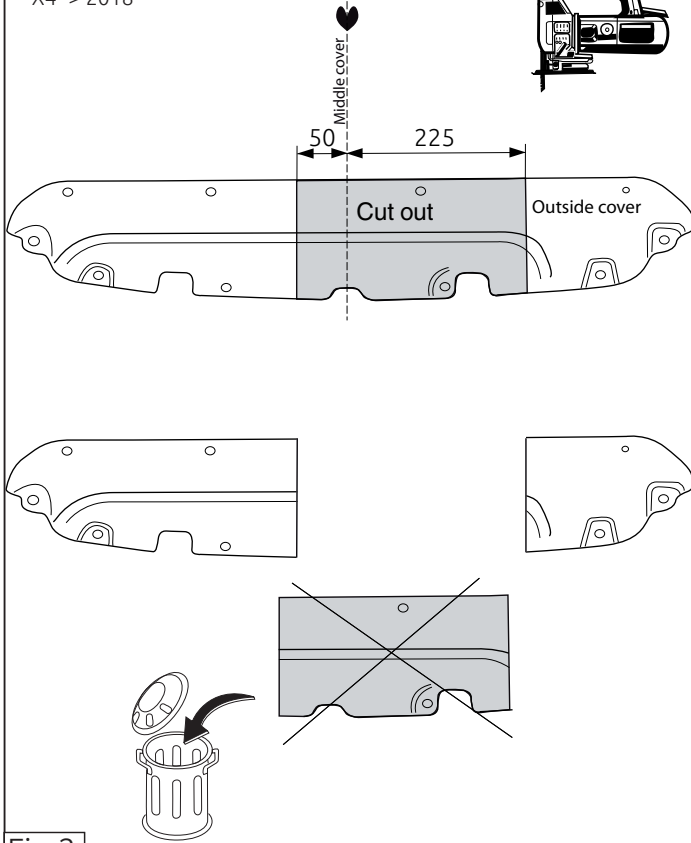

Fig.2
8. Выпилить обозначенные части, как указано на рис. 2,3 и 4.